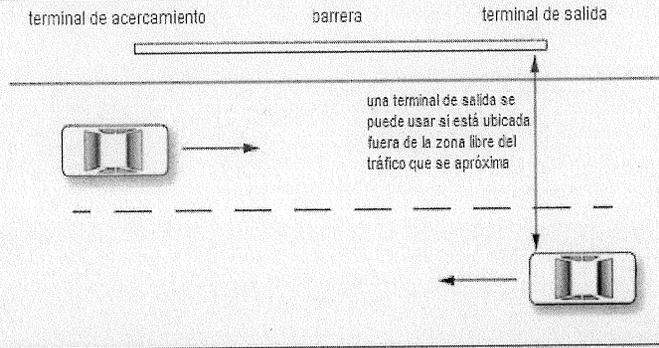

Imagen 7. Zona Libre Requisito para el Uso de Terminales de Salida
Las terminales de salida solo se deben instalar si se ubican fuera de zonas libres de tráfico vehicular inminente. Ver Imagen 7. La zona libre es el ancho horizontal del espacio disponible para el uso seguro de un vehículo errante.
• *34.5m para una instalación en un camino bilateral donde las terminales finales se ubican dentro de la zona de despeje del tráfico que se aproxima (ver Imagen 7).*
• *29.2m para una instalación en un camino donde la terminal de salida este fuera de la zona de despeje del tráfico que se aproxima (ver Imagen 7).*
• *29.2m para una instalación en un camino bilateral donde las terminales finales se ubican dentro de la zona de despeje del tráfico que se aproxima (ver Imagen 7).*
• *27.6m para una instalación en un camino donde la terminal de salida este fuera de la zona de despeje del tráfico que se aproxima (ver Imagen 7).*